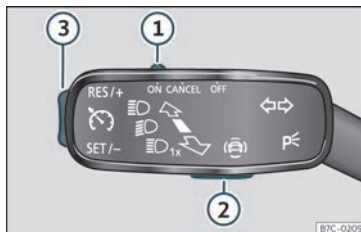

Fig. 209 A la palanca dels intermitents: tecles per manejar el limitador de velocitat.
Per canviar entre els sistemes d'assistència a la conducció, premu la tecla » » » **fig. 209** **2**; a continuació, seleccioneu mitjançant la rodeta dreta del volant multifunció en el menú del quadre d'instruments i premu la rodeta per confirmar la selecció.
- Desplaceu el comandament >>> fig. 209 ① a la posició **ON** i premeu la tecla ②.
- Durant la marxa, premeu la tecla >>> fig. 209 ③ per la zona **SET/-**.
Es pot ajustar la velocitat amb la tecla >>> fig. 209 ③:
- Desplaceu el comandament >>> fig. 209 ① a la posició **OFF**.
Si voleu desactivar temporalment el limitador de velocitat, p. ex., per avançar, desplaceu el comandament >>> fig. 209 ① a la posició **CANCEL** o premeu la tecla ②.
Després de l'avançament, el limitador de velocitat es pot activar amb la velocitat programada anteriorment prement la tecla >>> fig. 209 ③ per la zona **RES/+**.